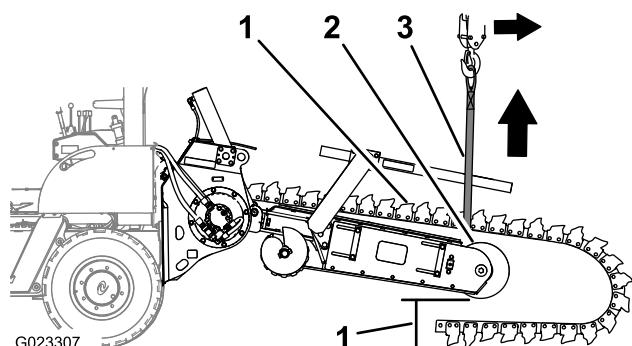

Figura 43
3. Arranque la máquina y baje la espada hasta que la rueda tensora inferior esté a 31–36 cm (12"–14") del suelo (Figura 43).
5. Cuando la cadena excavadora salga del piñón de arrastre, mueva el control de desplazamiento de la zanjadora a la posición de PUNTO MUERTO, apague la máquina y retire la llave (Figura 43).
6. Pase la eslinga alrededor de la cadena excavadora en la posición de la rueda tensora, y sujetela la eslinga al equipo de izado (Figura 43).
7. Eleve el equipo de izado y retire la cadena excavadora de la espada (Figura 43).